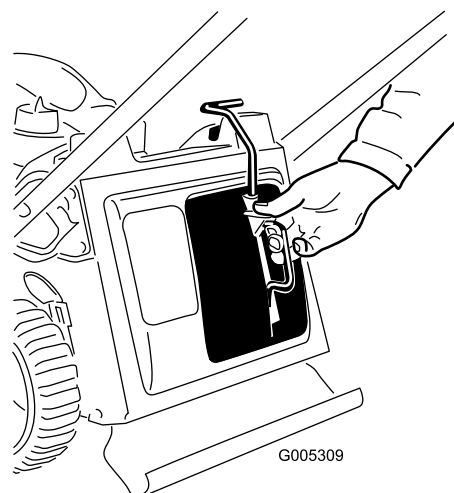
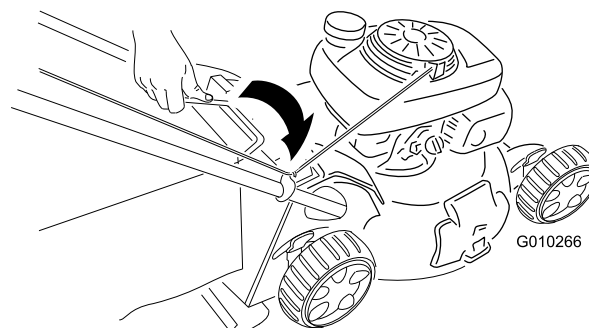

Figure 19
Figure 20
3. Serrez fermement le bouton de la partie supérieure du guidon (Figure 19).
1. Montez l'obturateur de mulching (Figure 19) ou le bac à herbe (Figure 20) sur la machine.